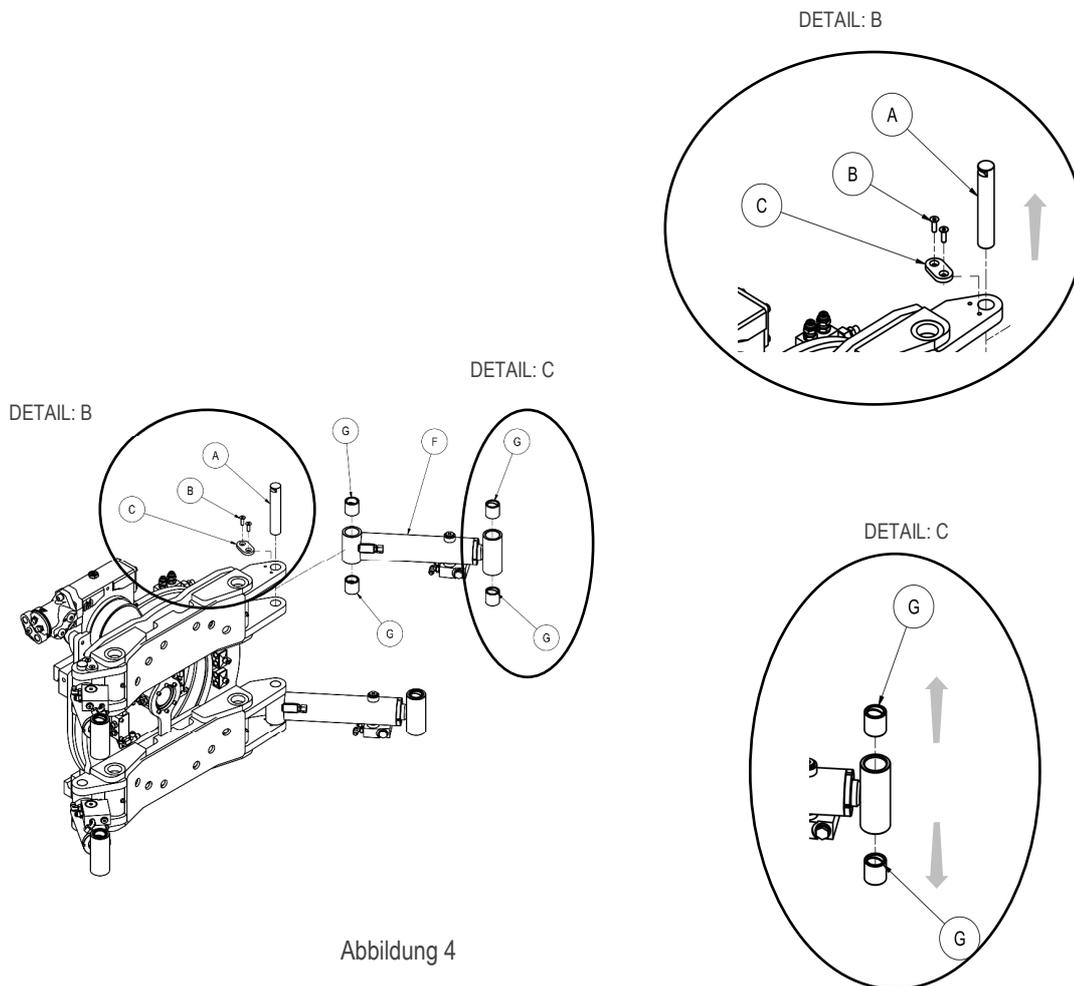

Abbildung 4
6. Entfernen Sie nach dem Herausziehen der Backen alle vorhandenen Buchsen „E“, siehe Abbildung 4.